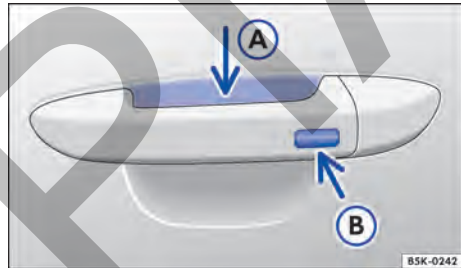

Fig. 52 Keyless Access: superficies del sensor.
- Tocar el sensor → fig. 52 (A) en la parte interna de la manija de la puerta del conductor o de la puerta del acompañante delantero.
- Tocar la superficie del sensor → fig. 52 (B) en la parte externa de la manija de la puerta del conductor o de la puerta del acompañante delantero *una vez*.
- Además, dentro de 5 segundos, toque una vez en el sensor en el exterior de la manilla de la puerta → fig. 52 .
Para la **apertura de confort** de todos los vidrios eléctricos empujar la manilla de la puerta y mantener presionados, al mismo tiempo, el sensor de la parte interior de la manilla → fig. 52  y la superficie del sensor .
Para el **cierre de confort** de todos los vidrios eléctricos mantenga un dedo durante unos segundos sobre la superficie del sensor → fig. 52  en el lado exterior de la manilla de la puerta del conductor o del acompañante delantero hasta que los vidrios estén cerrados.
Un fuerte chorro de agua o de vapor puede activar las superficies de los sensores en las manillas si, al mismo tiempo, una llave del vehículo válida está en el área de aproximación. Si al menos un vidrio está abierto y la superficie del sensor → fig. 52  en una manilla de la puerta se activa permanentemente, todos los vidrios se cerrarán. Si el chorro de agua o de vapor se aleja brevemente de la superficie del sensor → fig. 52  de una manilla de la puerta y se vuelve a dirigir hacia ella, posiblemente todos los vidrios se abrirán.